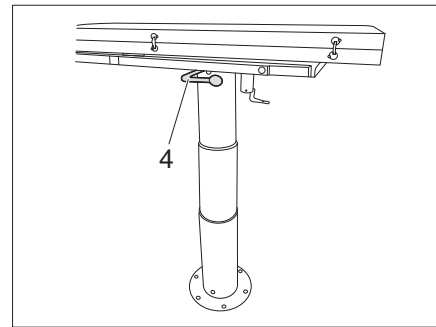

Bild 124 Fällbord, nedsänkbart
- Lossa spaken (Bild 124,4) för bordssänkning och tryck ner bordet.